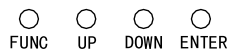

Fig.6
- Premere il tasto FUNC fino a quando sul display non appare [*SLA*] (fig.6).